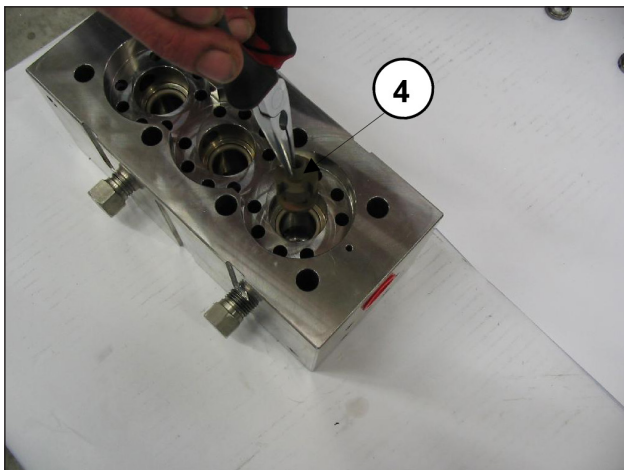
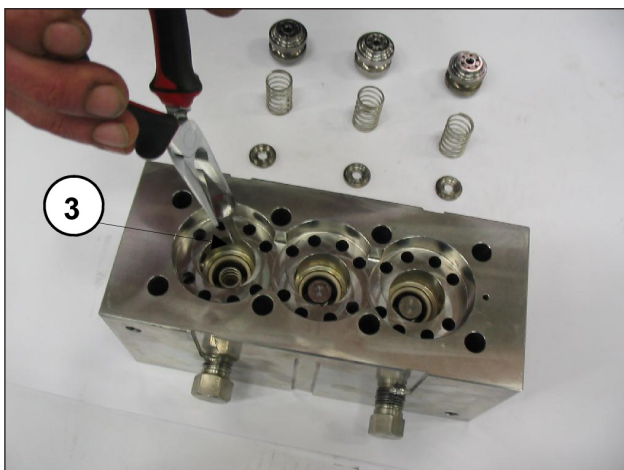

Рис. 44
Рис. 45
- Выньте тарелки нагнетания ③ и соответствующие направляющие ④ с пружинами, как показано на Рис. 44 и Рис. 45, проверьте их степень износа, заменяйте при необходимости и в любом случае не реже, чем предусмотрено в таблице «Профилактическое техобслуживание» раздела 11 **руководства по эксплуатации и техническому обслуживанию**.